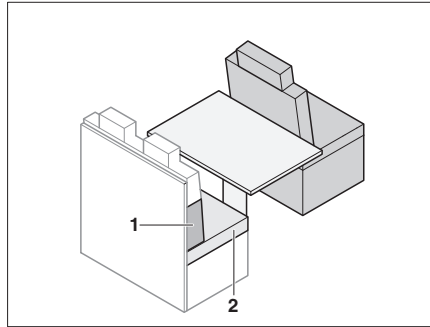

Bild 159 Vor dem Umbau
- Sitzpolster (Bild 159,2) entfernen.
- Rückenpolster (Bild 159,1) zwischen das Sitzpolster und die Rückwand legen. Die Keilform beachten.